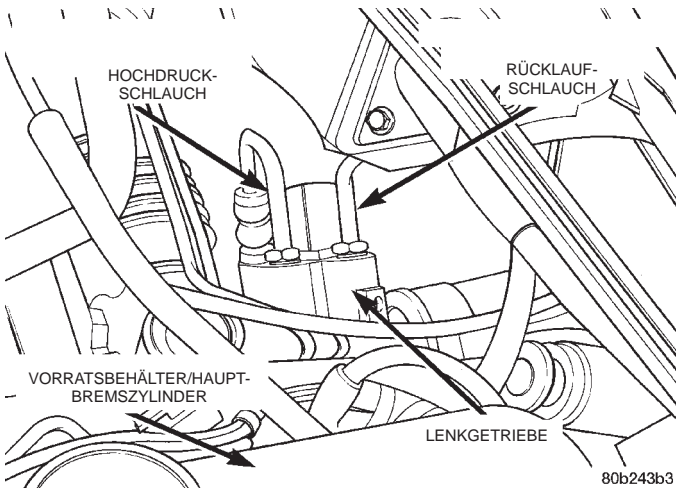

Abb. 3 Anschlüsse der Ölschläuche am Lenkgetriebe
- (2) Steckverbinder aus dem Clip am Lenkgetriebe aushängen.
- (3) Hochdruckschlauch vom Lenkgetriebe abbauen (Abb. 3).
(4) Hochdruckschlauch der Servolenkung (Abb. 3) vom Lenkgetriebe abbauen.
(4) Ölschläuche der Servolenkung am Lenkgetriebe anschließen (Abb. 3). Beide Überwurfmutter mit einem Anzugsmoment von 31 N·m (275 in. lbs.) festziehen.
(5) Kabelbaum zum Regelventil/Servolenkung über dem Lenkgetriebe verlegen und an der Endkappe des Lenkgetriebes in den Clip einhängen.
(6) Steckverbinder anschließen. **Die Dichtung des Steckverbinders muss vorhanden und in gutem Zustand sein, bevor der Steckverbinder angeschlossen wird.**
(7) Probefahrt durchführen und mit Hilfe des DRB und des entsprechenden Systemdiagnosehandbuchs die geschwindigkeitsabhängige Servolenkung auf einwandfreie Funktion prüfen.